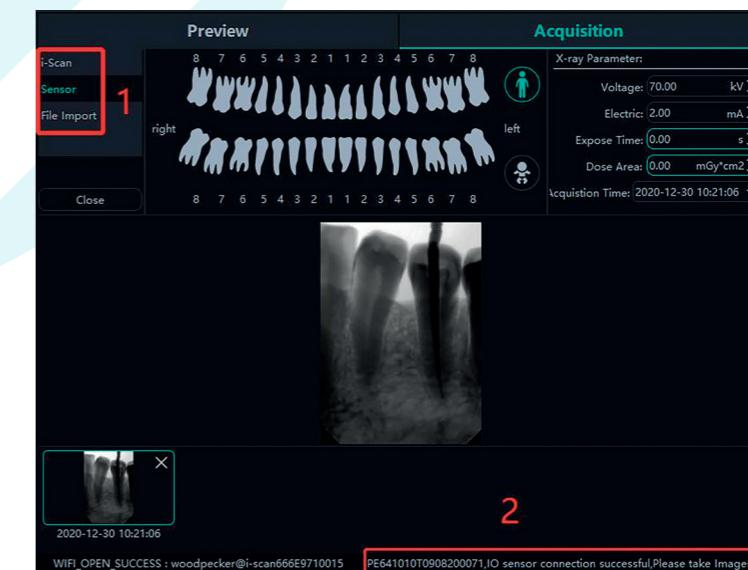

Figura 22
1. Conecte o dispositivo sensor à interface USB do computador e selecione o tipo de dispositivo «Sensor» na área 1, conforme mostrado na Figura 22. Clique em «Open» (Abrir), o dispositivo entrará no estado de aquisição e começará a adquirir imagens. Nesse momento, o número de série do sensor é exibido na barra de status da área 2, conforme mostrado na Figura 22. Quando o sensor for usado pela primeira vez, será solicitado ao utilizador «Whether to download the calibration file through the network» (Se deseja fazer o download do ficheiro de calibração pela rede). Clique em «Yes» (Sim) para iniciar o download; se clicar em «No» (Não), o utilizador será solicitado a «Whether to manually import the calibration file» (Importar manualmente o ficheiro de calibração). Clique em «Yes» (Sim) para selecionar o ficheiro de calibração a ser importado. Geralmente, a imagem adquirida pelo sensor será melhor depois de o ficheiro de calibração ser selecionado, conforme mostrado nas Figuras 23 e 24.